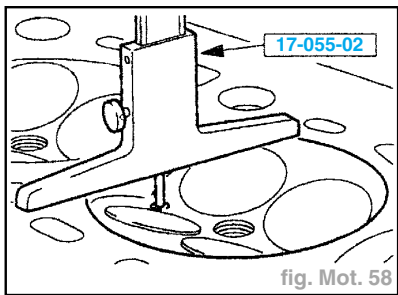

fig. Mot. 58
- Emplacement du point de mesure de la cote "a" dans la chambre de combustion (fig. Mot. 58).